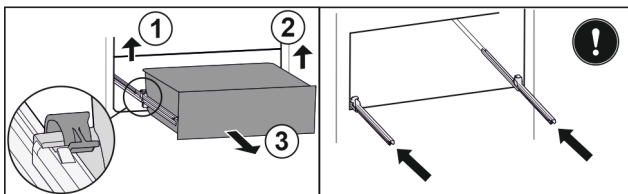

Fig. 117
- Soulever la bride gauche et tirer dans le même temps la partie gauche du tiroir vers l'avant. Fig. 117 (1)
- Soulever la bride droite et tirer dans le même temps la partie droite du tiroir vers l'avant. Fig. 117 (2)
- Retirer le tiroir par l'avant. Fig. 117 (3)